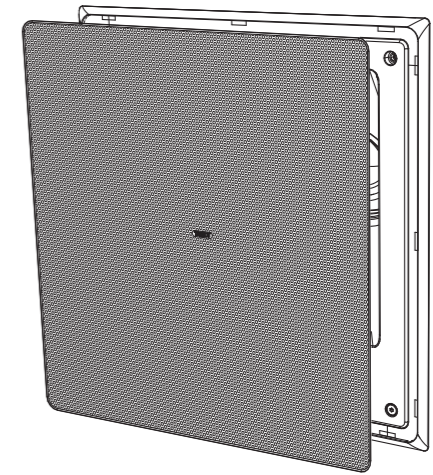

Fig. 21. Install the grille
1. Het rooster moet zorgvuldig worden gemonteerd door de randen van het rooster zorgvuldig uit te lijnen met de binnenranden van het schot en het frame (Fig. 21). Druk niet op het midden van het rooster om beschadiging door deuken te voorkomen; oefen gelijkmatige druk uit op elke hoek terwijl deze stevig op zijn plaats wordt gedrukt.